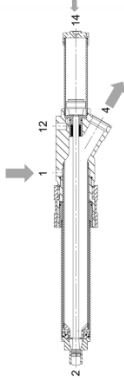

Abbildung 4
- **Material zurückblasen** (→Abbildung 4). Der Füllinjektor muss sich in geschlossenem Zustand befinden (Druckluft liegt an Anschluss [14] an). Wird nun zusätzlich über Druckluftanschluss [1] Luft zugeführt, bläst diese das überschüssige Füllmedium („Beads“) aus dem Inneren des Füllinjektors durch den Materialstutzen heraus